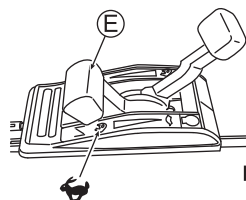

Fig. 16
- 2 Coloque a alavanca do acelerador (E) em " " para começar a cortar. (Veja a fig. 16)